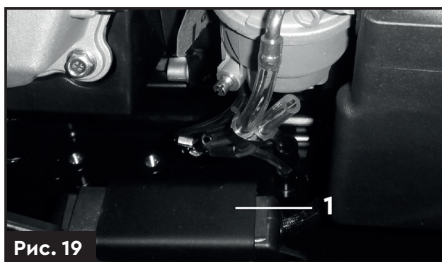

Рис. 19
Акумулятор (1) (рис. 19) знаходиться внизу генератора.